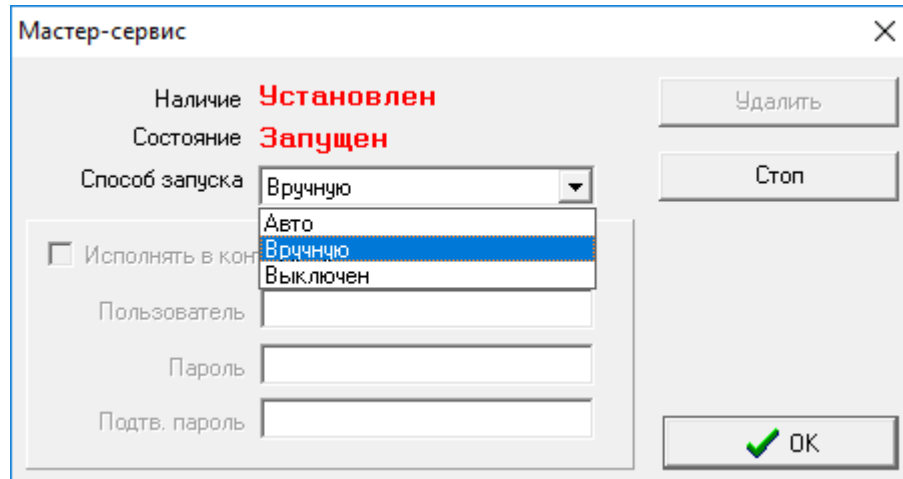

Рис. 12.4 Способы запуска служб Master-сервис
**Данный пункт относится только к ПО «ОИК Диспетчер НТ» версии 2.X.** Выбор пункта меню «Способ запуска мастер-сервиса» активирует окно, приведенное на Рис. 12.4.